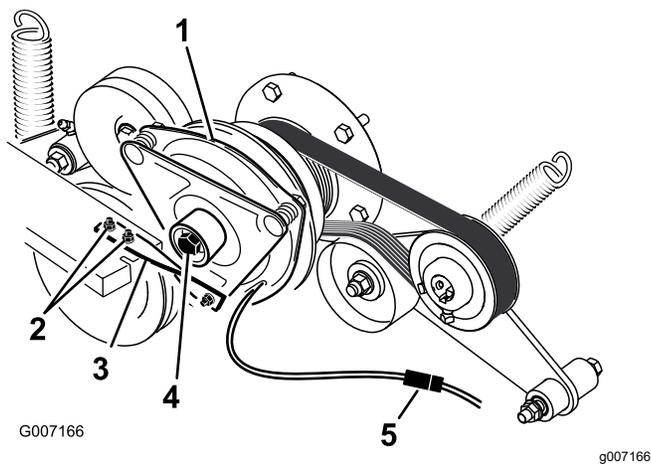

Figura 77
6. Desligue a ligação elétrica para a embraiagem (**Figura 77**).
7. Retire os dois parafusos que fixam a fita de borracha da embraiagem à estrutura do cortador (**Figura 77**).
8. Retire o parafuso central que fixa a embraiagem ao eixo do motor e retire a embraiagem e a chave (**Figura 77**).
15. Enquanto segura a manivela de arranque na parte de trás da máquina, instale o parafuso central e aperte-o com 68 N·m (Figura 77).
16. Instale a fita de borracha da embraiagem na estrutura do cortador com os dois parafusos e porcas anteriormente retirados (Figura 77).
18. Ligue a ligação elétrica para a embraiagem (Figura 77).